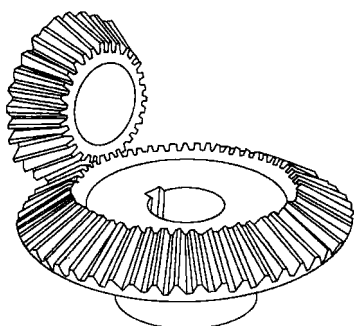

图1-11 直齿圆锥齿轮传动
b. 相交轴间的圆锥齿轮传动。图 1-11 所示为直齿圆锥齿轮传动。此外,还有斜齿和曲齿圆锥齿轮传动。